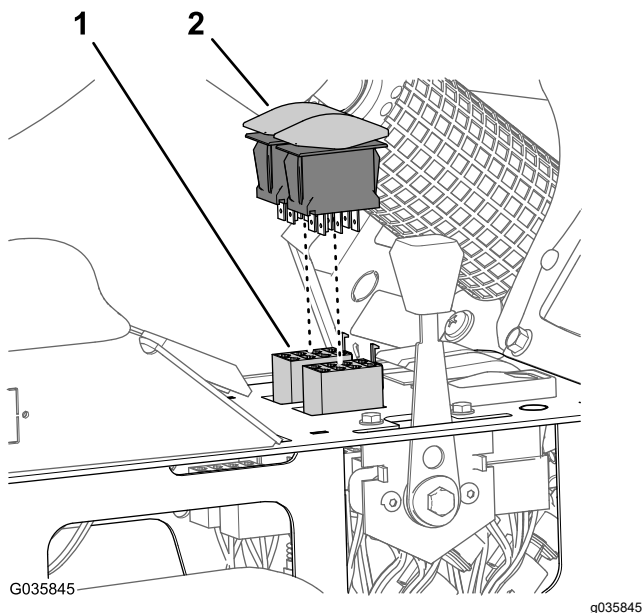

Рисунок 40
3. Отсоедините 8-гнездовые соединители жгута проводов машины от переключателей подъема стрел для контуров управления подъемом левой и правой стрел (Рисунок 40).
4. Подсоедините клавишные переключатели к 8-гнездовым соединителям жгута проводов доводочного комплекта стрелы с ультразвуковым выравниванием (Рисунок 40).
5. Вставьте переключатели подъема стрел в отверстия панели центральной консоли до их надежной фиксации со щелчком на месте (Рисунок 40).